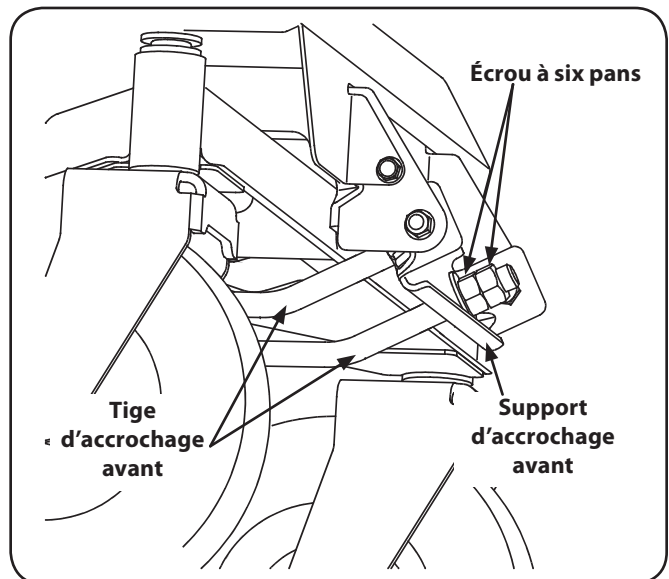

Figure 6-6
- À l'avant du tracteur, desserrez les écrous extérieurs sur la tige d'accrochage avant et tournez-les dans la direction opposée aux écrous intérieurs. Voir la Figure 6-6.